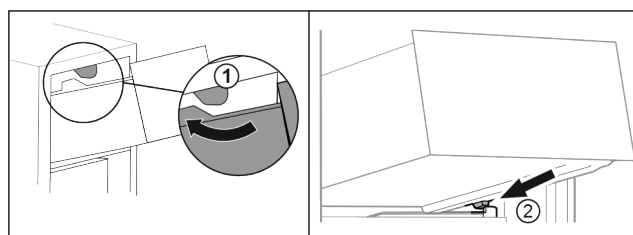

Fig. 68
- ▶ Poprowadzić szufladę wokół górnego stopera. Fig. 68 (1)
- ▶ Założyć szufladę pod skosem za dolnymi stoperami na zebro pojemnika. Fig. 68 (2)